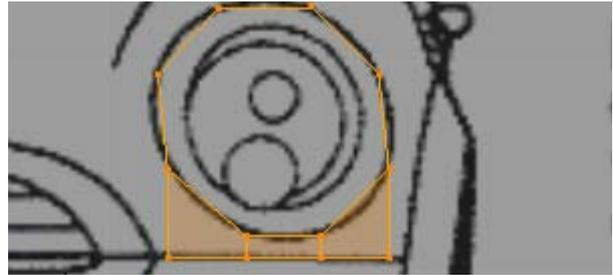

Figura 4.22
29. Nivele a sua posição em zz, [S]>[Z]>0, e arraste-os até à linha do pára-choques, [G]>[Z], figura 4.22.